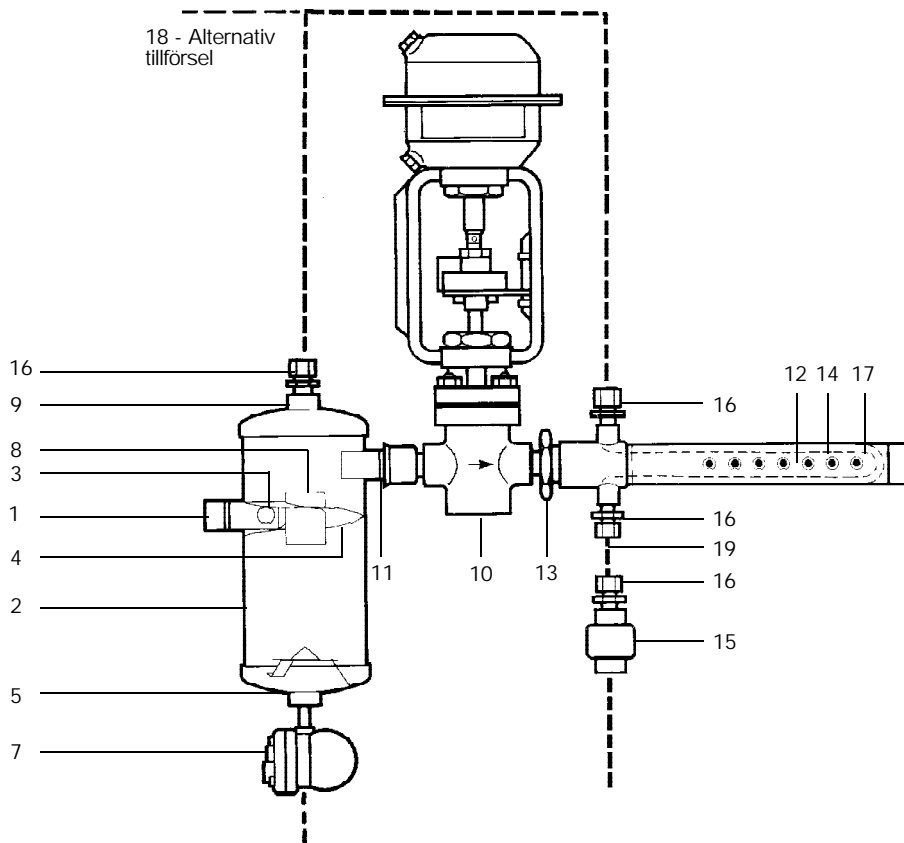

Fig. 1. Typisk applikation med separator, ventil, ställdon (pneumatiskt), spjut, förvärmning, condensatdränering och extra ledningar.
1. Drift - (se Fig. 1)
Spirax sarcos S.I. Luftbefuktningssystem innehåller 4 baselement (se Fig. 1):
1.3. Två ¼" BSP x 8 mm kopplingar levereras med varje separator och två med varje spjut (16 - se Fig. 1.) Dessa stöder förvärmningsledningen mellan ångtillförseln (Separator eller den alternativa tillförseln) och spjutet/n, och utblåset från förvärmningsledningen till avledaren.
2.2. Ett enda spjut kan anslutas direkt till utloppet på ventilen (9 se Fig. 1) med hjälp av rörkomponenterna som levereras (se Figs 7-10). Dessa levereras för att matcha ventilens flänsade eller gängade anslutningar för att kunna installera den, ange rätt alternativ för ditt system i ordern.